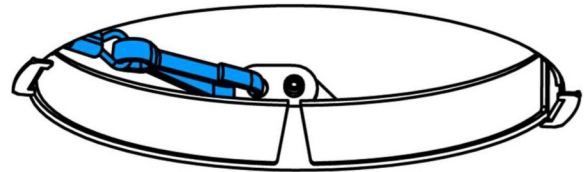

Fig. 9
9. Fije el cordón de seguridad de la caja de empalmes a un lado del anillo de montaje (Fig. 9).